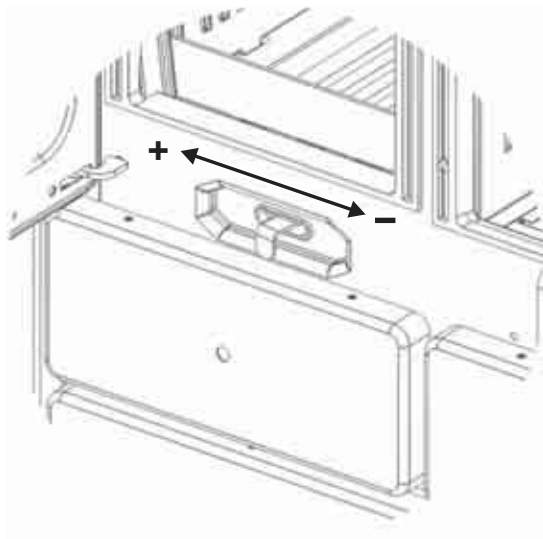

Fig. 7.1
- Aprire al massimo il registro dell'aria comburente (Fig.7.1).
- Open the comburent air grid completely (Fig. 7.1).
- Den Luftzufuhrhahn ganz öffnen (Abb. 7.1)